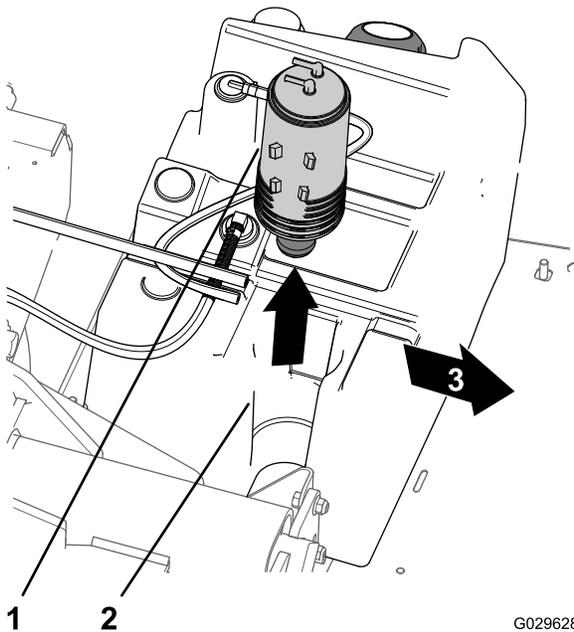

図 44
- 燃料タンクのマウントからカーボンキャニスタを取り出す 図 44。
7. 新しいカーボンキャニスタを、燃料タンクのマウントに取り付ける二つのフィッティング Purge と Fuel tank を後ろに向けて取り付ける 図 44。